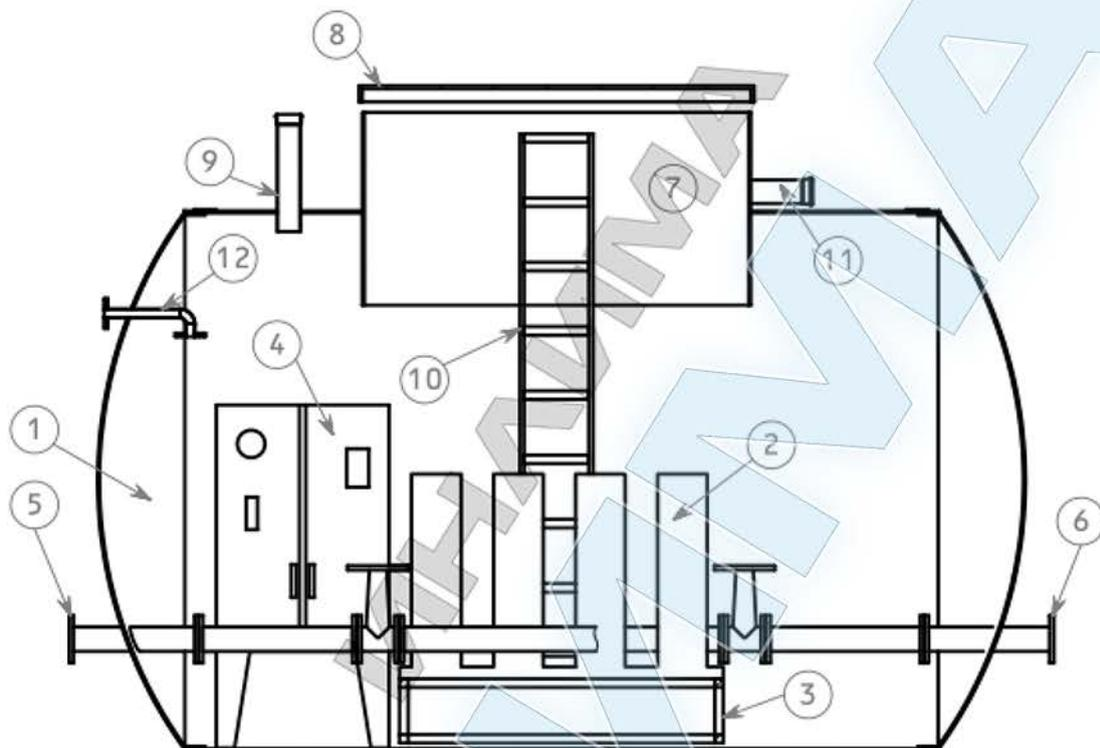

Рисунок 1. Общий вид (разрез) корпуса насосной станции
2.1 Общий вид (разрез) насосной станции изображен на рис.1.